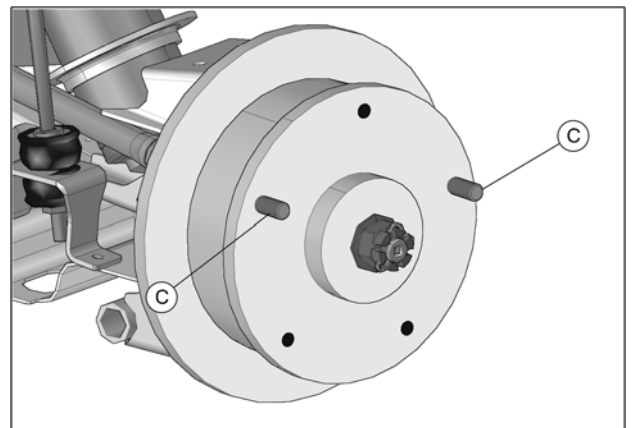
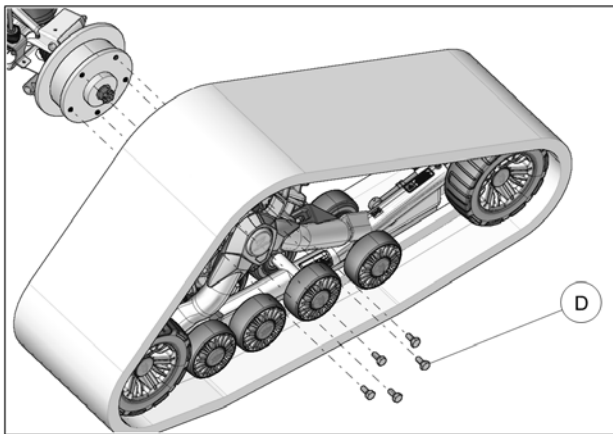

Fig. 9
Fig. 10
**ATTENTION: Utiliser les deux goujons filetés (C) fournis afin de positionner le système correctement au moyeu de roue. Voir la Fig. 9**
9. Fixer le système de traction au moyeu de roue arrière, utiliser les boulons de roue fournis (D) dans l'ensemble d'installation. Pour installer le système de traction, placer les deux goujons (C) amovibles fournis à 10 et 2 heures, glisser la chenille sur les goujons et visser trois boulons de roue sur le moyeu. Retirer les goujons amovibles et visser les deux derniers boulons. Voir la Fig. 9 et la Fig. 10
16. Au moyen des boulons de roue (**D**) fournis, boulonner chaque système de traction au moyeu de roue avant. La marche à suivre et les précautions sont les mêmes qu'à l'arrière. Voir la Fig. 9 et Fig. 10